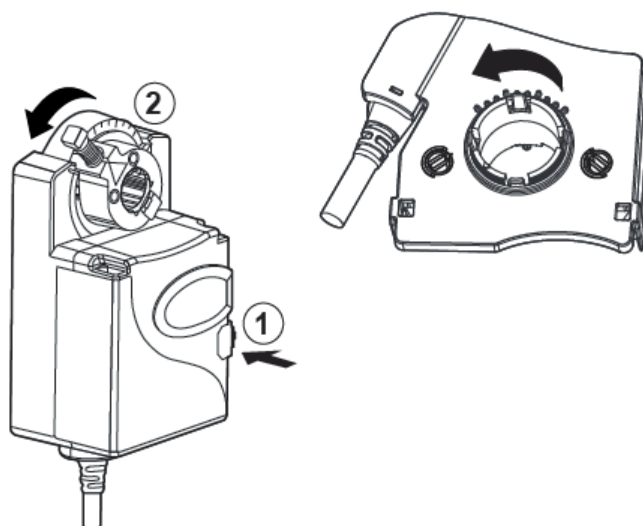

Figure 10 : Préparation du kit
1. Débrayer le moteur et faire pivoter l'axe dans le sens anti-horaire pour l'amener en butée. Faire également pivoter l'axe du kit dans le sens anti-horaire jusqu'à l'amener en butée (Figure 10).